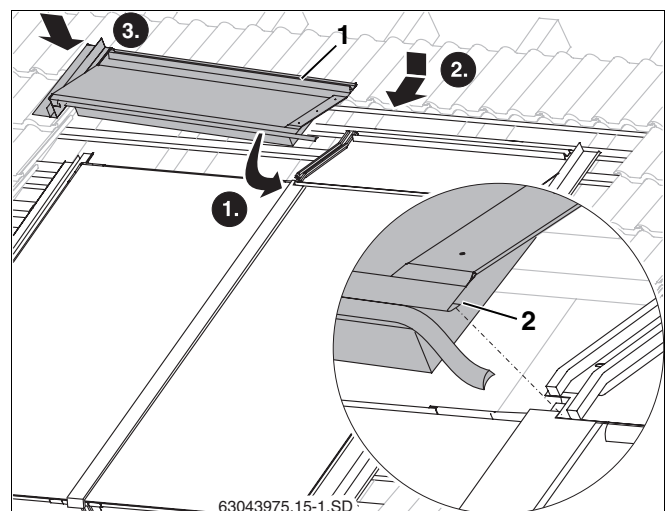

Fig. 56 Chapa de cobertura superior esquerda
- ▶ Introduzir as outras chapas de cobertura superiores com a dobra da chapa (fig. 56, **item 2**) na chapa de cobertura montada e, a seguir, encostar no colector.
- ▶ Introduzir a chapa de cobertura superior esquerda (fig. 56, **item 1**) na chapa de cobertura lateral esquerda.